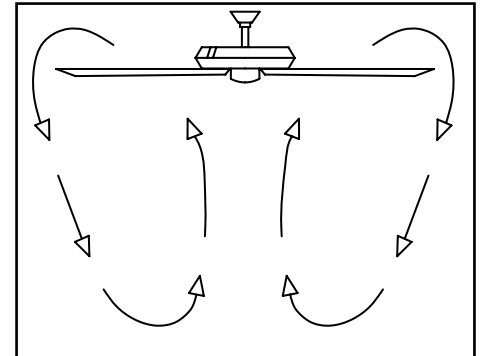

Figura 17
**Clima frío** - (Reversa) Un flujo de aire hacia arriba desplaza el aire cálido lejos del techo, como se muestra en la Figura 17. Esto permite fijar tu unidad de calefacción en configuración más baja sin afectar tu comodidad.